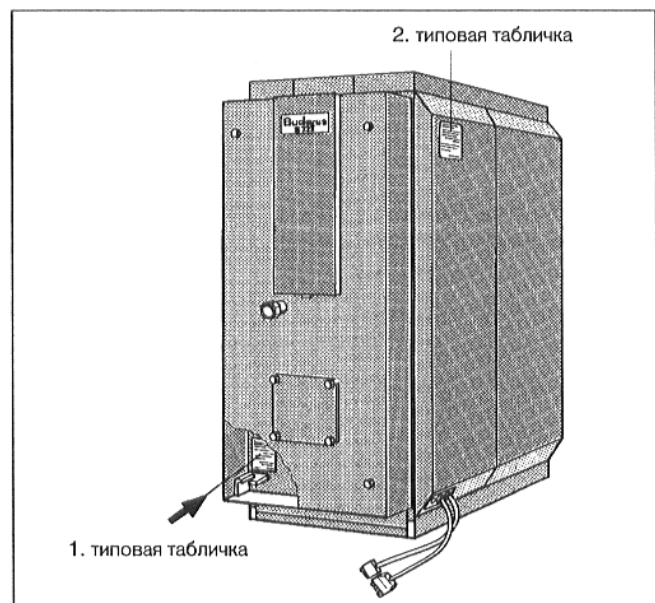

Рис. 21 Принципиальное изображение
- Укрепить табличку агрегата сверху на крышке двери корпуса котла (Рис. 21).
- Вторую типовую табличку укрепить на боковой стенке котла (Рис. 21).